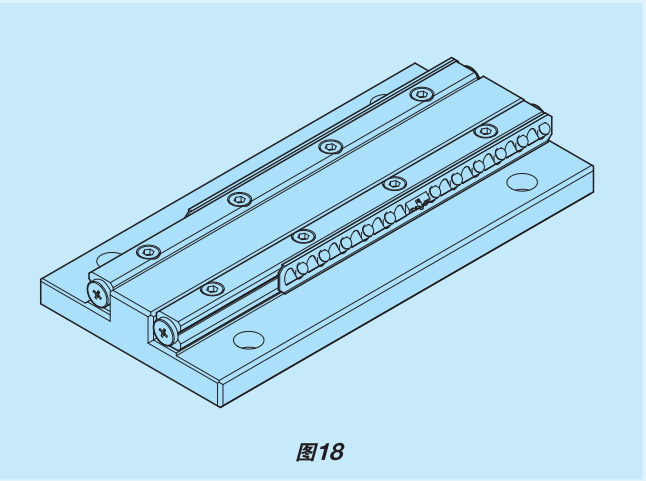

图18
- 将附带保持器的圆柱滚子安装在底座侧滑轨的行程末端处。(参照图18)